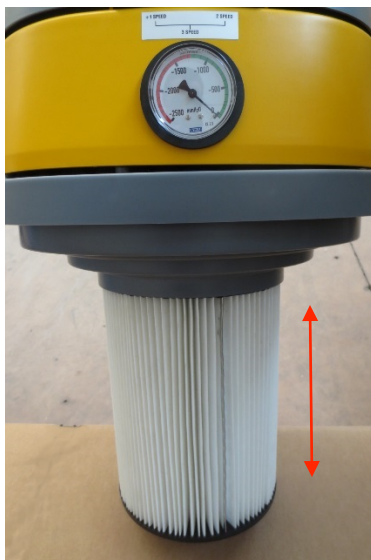

Рис. 6
- Расцепите фильтр «С» рис. 6, потянув его вниз;